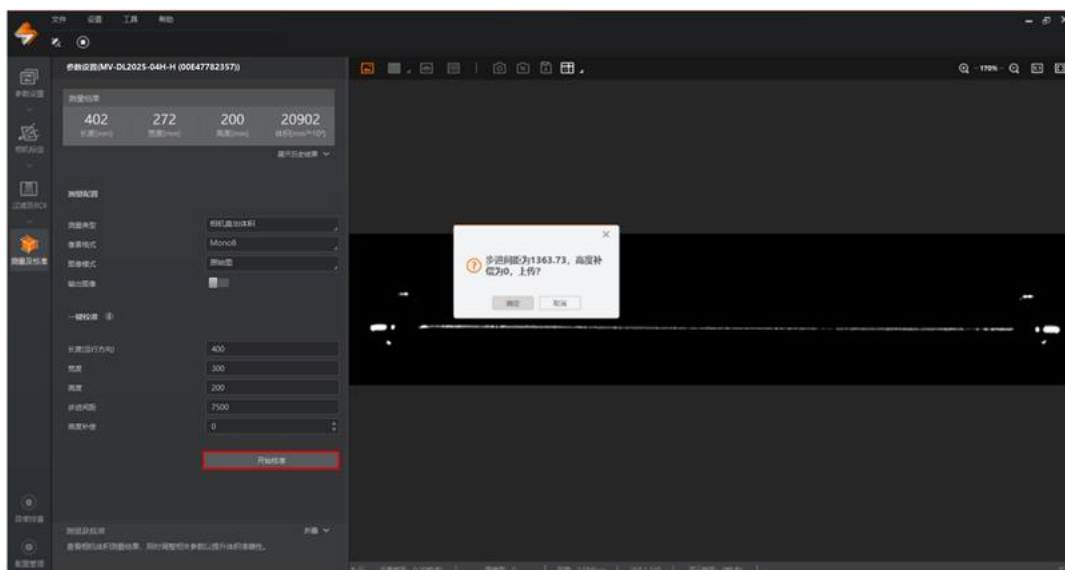

图2-31 校验功能
2. 单击“开始校准”，将自动生成步进间距和高度补偿值，并可将其上传至设备中，如图 2-31 所示。